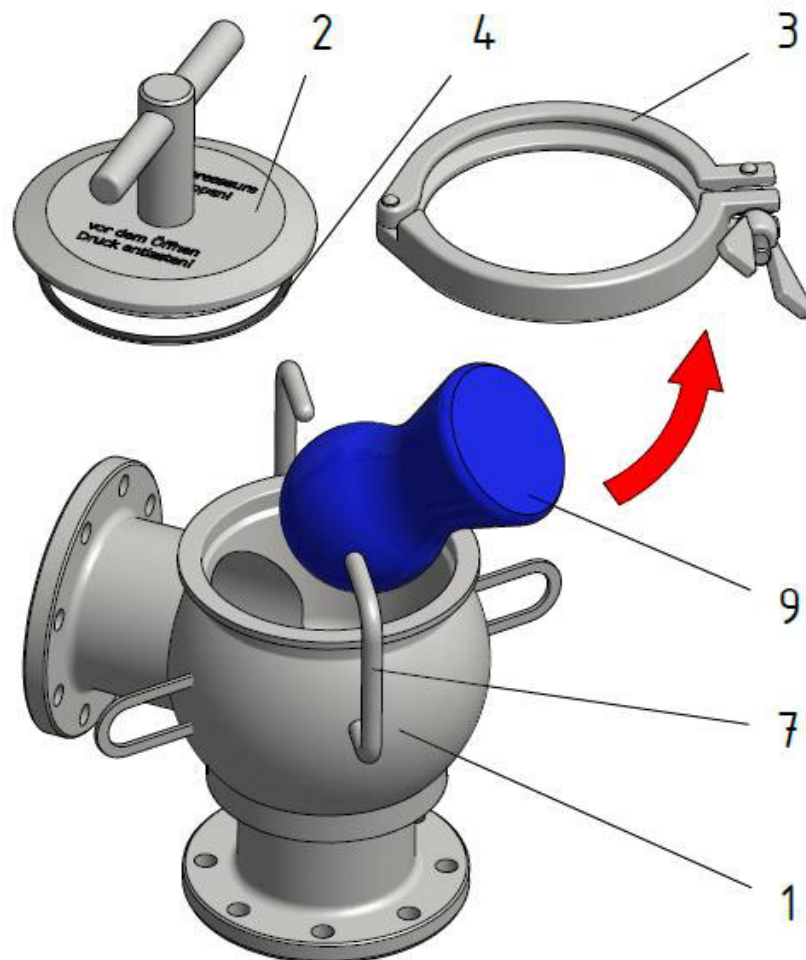

Abb. 7-2: Molch entnehmen
- Lösen und Entfernen Sie die Verschlussklammer (Abb. 7-2, Pos. 3).
- Entfernen Sie den Deckel (Abb. 7-2, Pos. 2) vom Gehäuse (Abb. 7-2, Pos. 1)
- Entnehmen Sie den Molch (Abb. 7-2, Pos. 9) entlang der Sicherungsbügel (Abb. 7-2, Pos. 7)
- Reinigen Sie den Einbauraum am Gehäuse (Abb. 7-2, Pos. 1) und führen Sie eine Kontrolle auf eventuelle Beschädigungen durch
- Reinigen und kontrollieren Sie den O-Ring (Abb. 7-2, Pos. 4) auf Beschädigungen und fetten Sie die Dichtung mit zugelassenem Fett (Unisilikon 641, z. B. Firma Klüber) ein
- Verschließen Sie das Gehäuse (Abb. 7-2, Pos. 1) mit dem Deckel (Abb. 7-2, Pos. 2)
- Sichern Sie den Deckel (Abb. 7-2, Pos. 2) mit der Verschlussklammer (Abb. 7-2, Pos. 3) durch festes Verschrauben